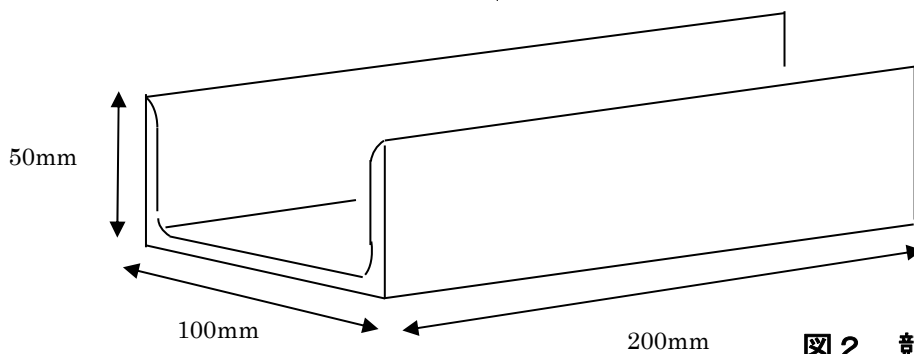

図 2 競技材台の形状
(1) 競技時間は、練習、電流調整、タック溶接（仮付）、本溶接、競技材の清掃及び競技委員の確認に要する時間を含めて40分とし、40分経過後は、未完成であっても競技材を提出すること(競技会場の掃除時間及び工具類の収納は、競技時間に含めない)。
(2) 溶接作業には、1ページに記載の「競技用機材」に示す工具及び測定用具を使用する。ただし、認許機材以外でも工具点検で認められたものは使用してもよい。
(3) タック溶接(仮付)は、競技用材料の両端から各々15mm以内の裏面に行うこと。
(4) ルート間隔は任意とする(テーパ間隔も行ってよい)。
**※(5) タック溶接(仮付)終了後、競技委員に申し出て「確認を受ける」こと。**
(6) 溶接による変形は、逆ひずみ法によって防ぐものとする。
(7) エンドタブは使用禁止とする。又、捨て金を使用して連続溶接を行ってはならない。
(8) 競技材台は、主催者が準備したものを使用すること(P3の図2を参照)。
(9) 練習材は、作業台に準備されている競技材台を使用し、練習を行ってもよい。
(10) 溶接は、タック溶接(仮付)部を除いて片面溶接とし、裏面から溶接をしてはならない。
(11) 溶接方向は、左進、右進又はそれらの混用のいずれでもよい。ただし、1パス中の混用は認めない。
- (12) 溶接層数及びパス数は自由とする。
- (13) 溶接中及び溶接後において、変形の矯正は禁止する。
- (14) たがねは、スラグやスパッタを取るために使用するのはいいが、溶接金属をはつき取る目的で使用してはならない。